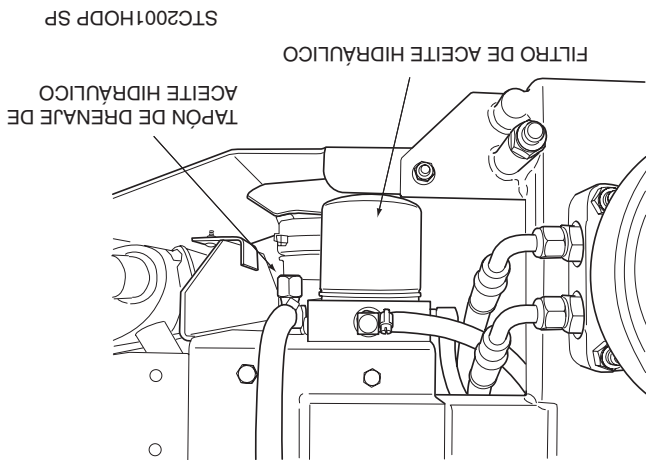

Figura 7-3 Filtro de aceite hidráulico y Tapón de drenaje
1. Retire el elemento del filtro de aceite (Figura 7-3, Página 31) y deséchelo apropiadamente. Llene el nuevo filtro con aceite limpio de motor SAE 20W50 e instálelo. Apriételo a mano solamente.
2. Coloque un recipiente adecuado debajo del filtro de aceite hidráulico. Incline el asiento hacia adelante. Quite la tapa de llenado del depósito y el tapón del drenaje del fondo de la T de drenaje en el lado frontal de la base del filtro. (Vea la Figura 7-3). Permita drenar el fluido en el recipiente y deséchelo apropiadamente.